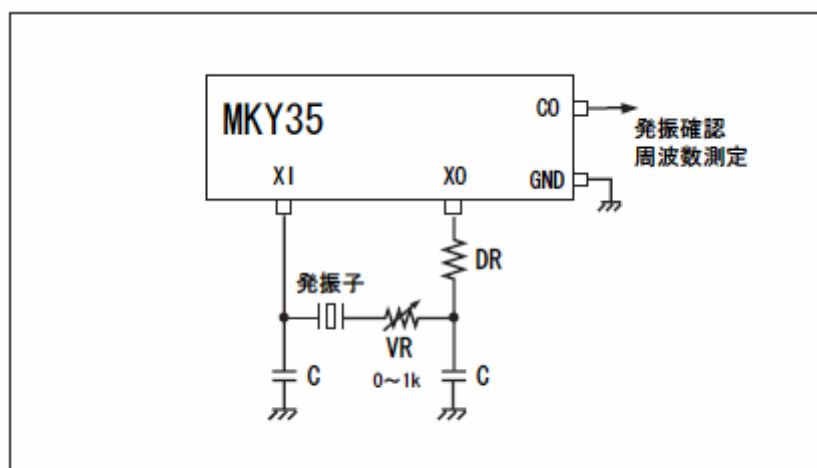

図 . 1
1. 図.1の様に、発振子に直列にVRを増設し、CO端子において発振の確認と周波数を測定します（各パーツはICの直近にし、配線を引き回してはいけません）。